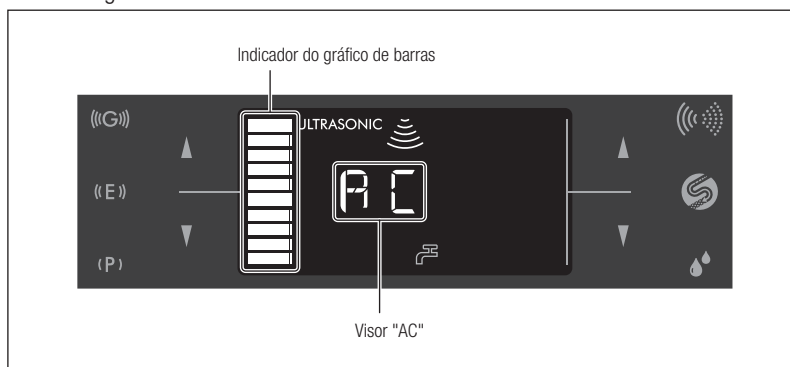

Fig. 34
- 7) Toque continuamente na tecla de limpeza automática durante cerca de 3 segundos para iniciar a limpeza automática. A limpeza automática demora cerca de 45 segundos. "AC" é apresentado no painel LCD durante a limpeza automática e o tempo restante aproximado é apresentado no indicador do gráfico de barras (Fig. 34).